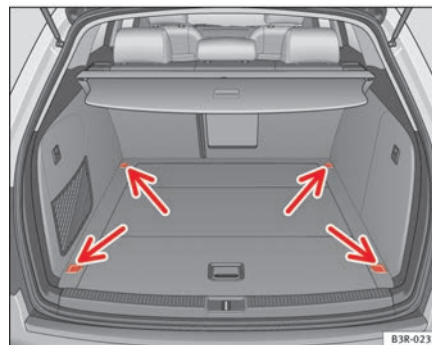

Fig. 117 Disposição das argolas de fixação na bagageira
- Prenda a carga através das argolas de fixação ⇒ fig. 117 -setas-.